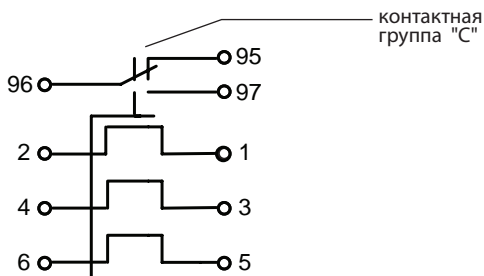

Рисунок 3. Электрическая схема реле
7.3. Контактная группа 95-96 (НЗ) цепи управления должна быть включена в разрыв цепи катушки управления пускателя. На контакты 96-97 (НО) может быть подключена цепь световой или звуковой сигнализации (рис. 3).